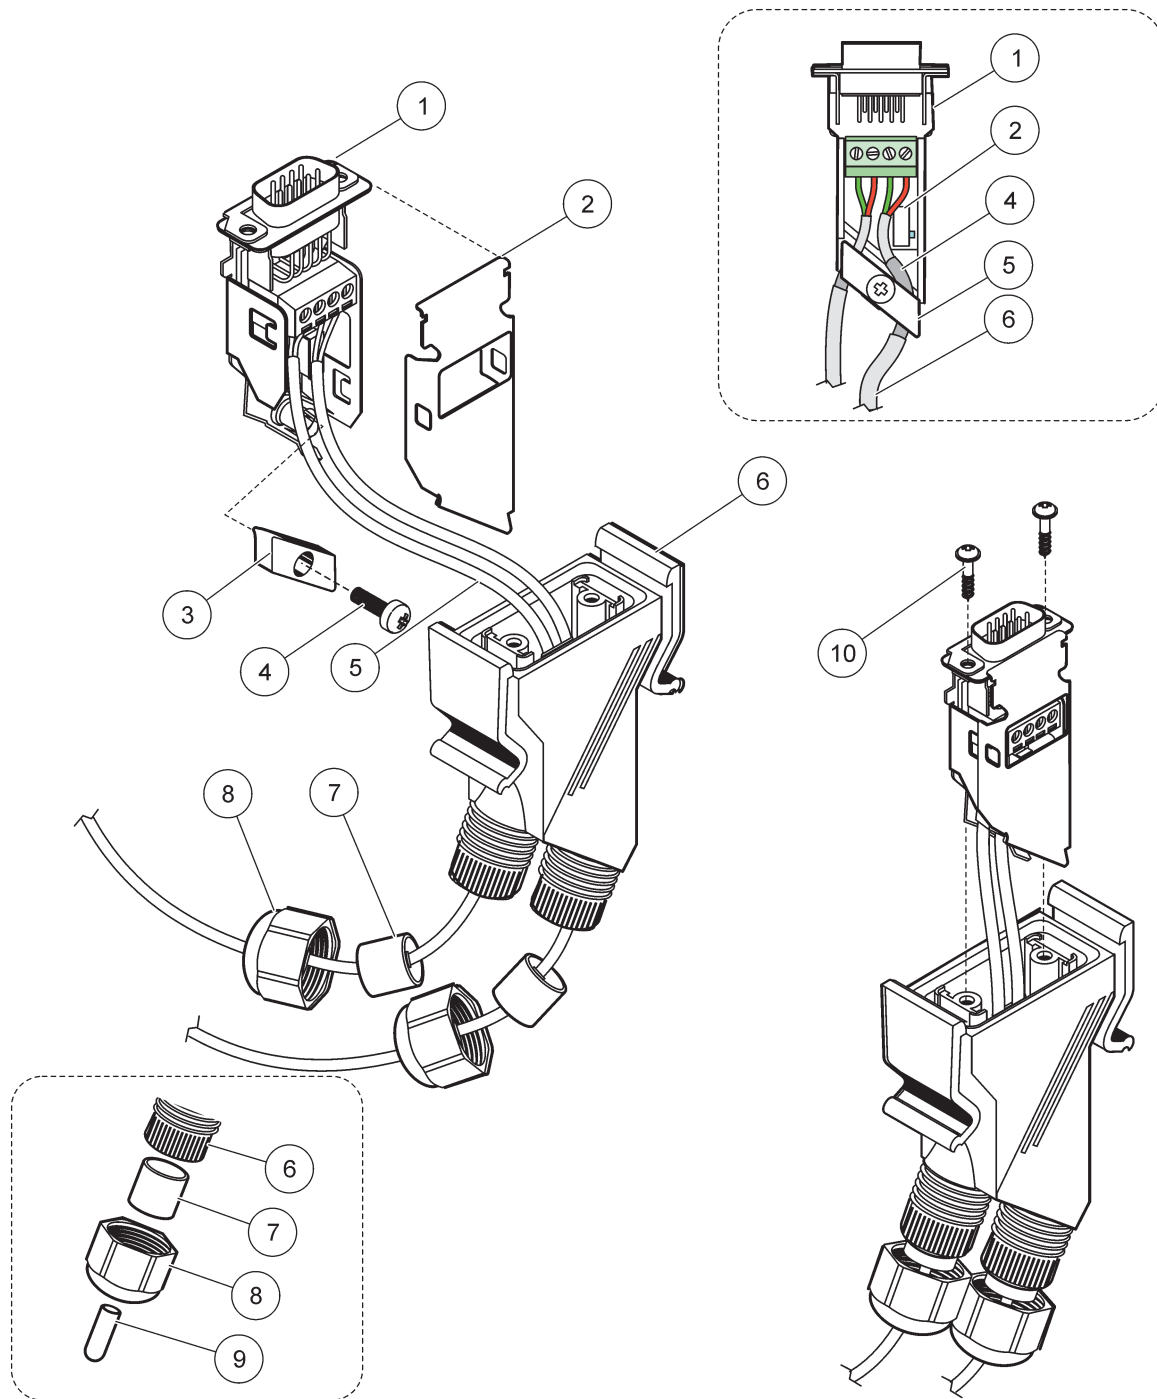

Figura 31 Ligação do conector de rede à resistência do terminal de rede SC1000
2. Passe o cabo pela porca rosçada, vedante de borracha e compartimento do conector (Figura 31).
Nota: Se for utilizado um conector com o último módulo no segmento de rede, não é utilizada uma porca rosçada. Se a porca rosçada com a tampa fornecida. Consulte Figura 31.
² Utilize esta tampa se a abraçadeira de cabos não for utilizada, consulte a Figura 31 para ver como introduzir.